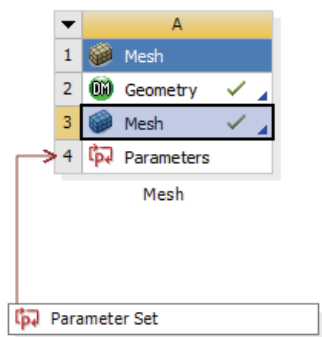

图 4-50 项目工程图
- 2) 单击 Mechanical 界面右上角的关闭按钮，退出 Mechanical 返回到 Workbench 主界面。此时主界面的项目管理区中显示的项目如图 4-50 所示。